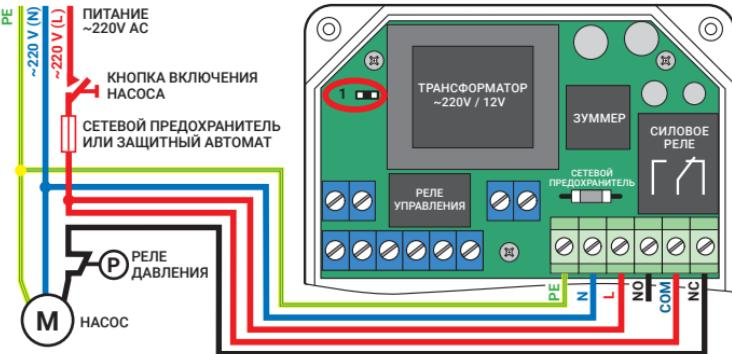
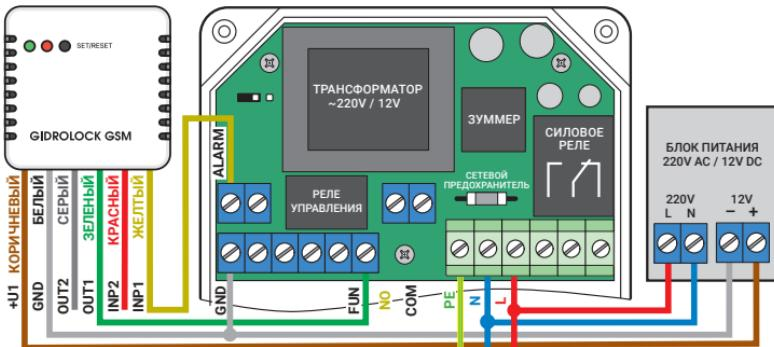

Рис. 9. Схема подключения скважинного насоса в системе водоснабжения загородного дома
Рис. 10. Схема подключения GSM-модема GIDROLOCK с внешним блоком питания 12 В.
**6.7. Рис. 9. Схема подключения к блоку управления скважинного насоса в системе водоснабжения загородного дома.**
**ВНИМАНИЕ!** Для отключения функции «автоповорота» установите джампер (1). Нагрузочная способность реле управления: I max=10 A.
**6.8. Рис. 10. Схема подключения GSM-модема GIDROLOCK с внешним блоком питания 12 В. Сигнал аварии ALARM с блока управления подается на вход INP1 GSM-модема GIDROLOCK для SMS оповещения об аварийной ситуации (протечка воды).**